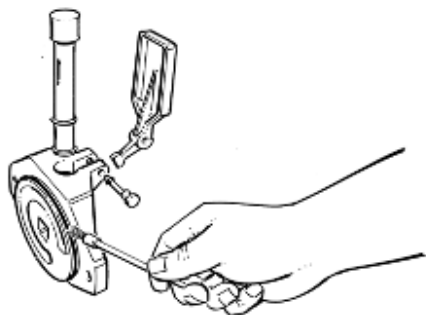

Fig. 18
- Lubrificare accuratamente la guarnizione di tenuta della flangia anteriore (Fig. 18).